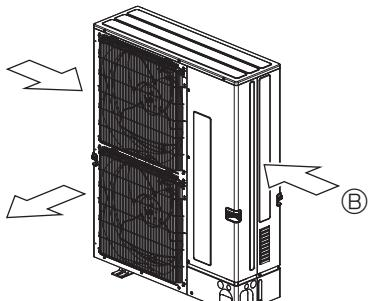

Fig. 2-6
- ③ Jeśli to możliwe, należy tak ustawić jednostkę zewnętrzna, aby kierunek wylotu powietrza był prostopadły do kierunku wiatru w danej porze roku. (Fig. 2-6).